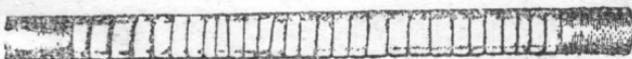

图 14 用未經硫化的橡胶带纏的电纜外皮
(13)在电纜的紗布带上，纏上未經硫化的橡胶带，直到原来的直径为止(图14)。如为不燃型电纜，则所用的橡胶带为褐色的特殊橡胶带。纏上的每层橡胶带被另一层盖上以前，应仔細地用清洁的汽油擦淨。